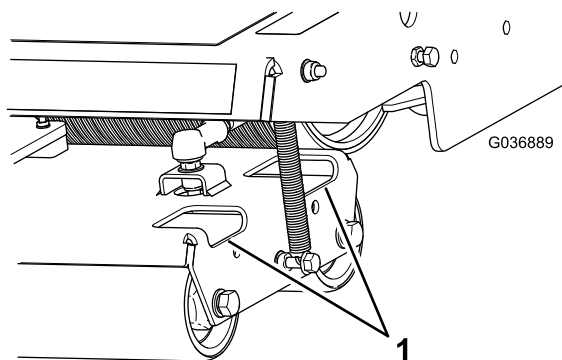

Рисунок 40
2. По мере необходимости очищайте катки от загрязнений и мусора, распыляя воду в отверстия корпусов катков (Рисунок 40).